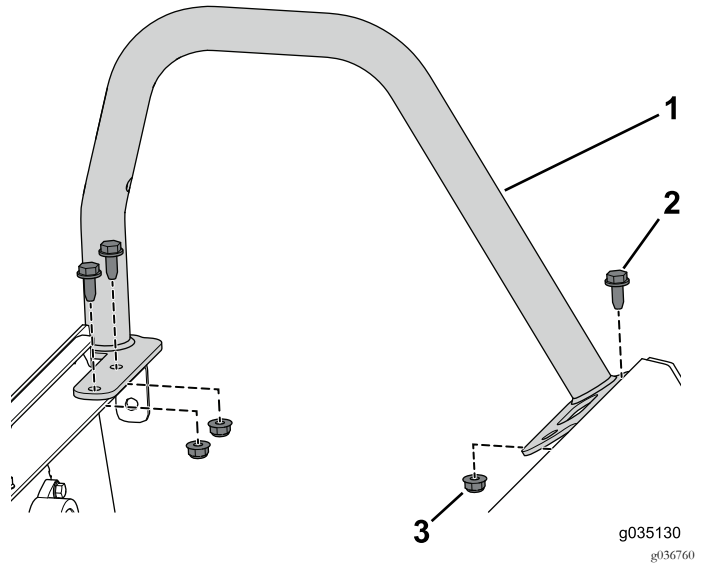

Figura 54
2. Retire los 3 pernos con arandela prensada y las tuercas con arandela prensada que sujetan la barra de seguridad izquierda (Figura 54).